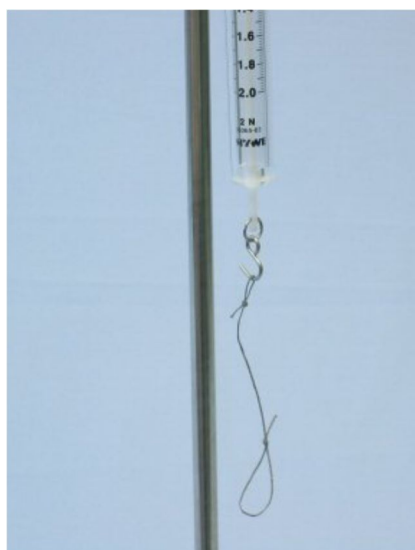
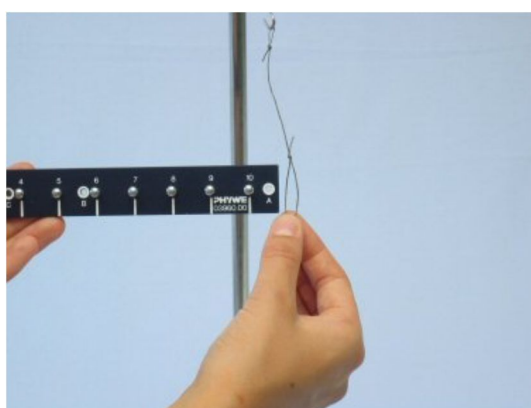

Fig. 6
Fig. 7
- Crea due cappi con il filo da pesca, (lunghezza di ciascun filo circa 10 cm), appendili ai ganci dei supporti per dinamometro (Fig. 6) e falli scorrere negli estremi della trave (Fig. 7).